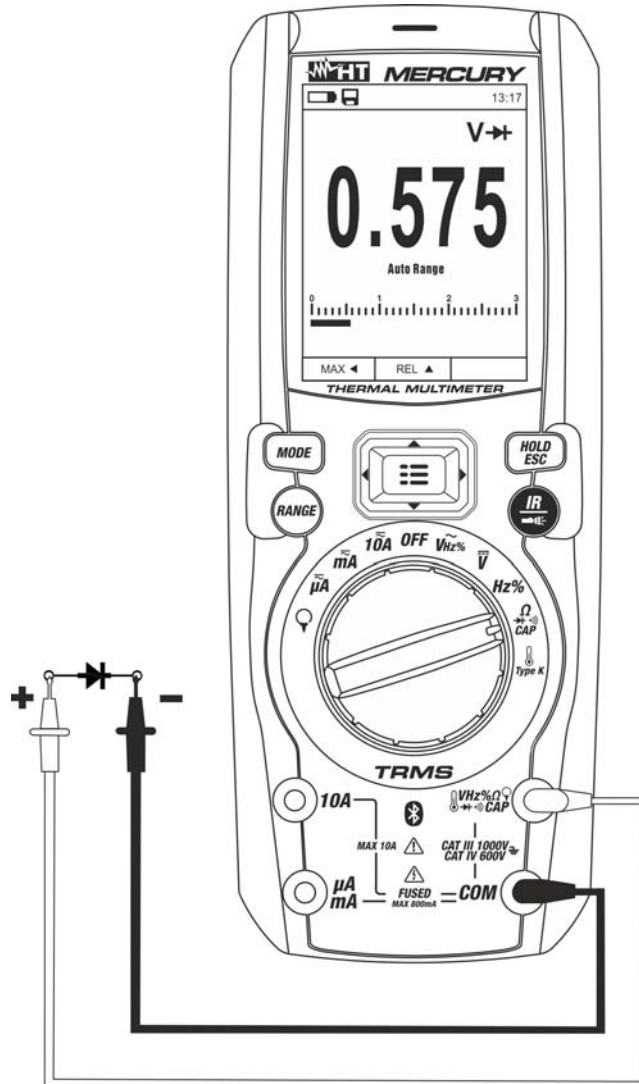

Fig. 25: Uso del instrumento para la Prueba de Diodos
4. Posicione las puntas en los extremos del diodo en examen (ver Fig. 25) respetando las polaridades indicadas. El valor de la tensión de umbral en polarización directa se muestra en el visualizador
6. Si el instrumento muestra el mensaje "OL" los terminales del diodo están invertidos respecto a lo indicado en Fig. 25 o bien la unión P-N del diodo está dañada